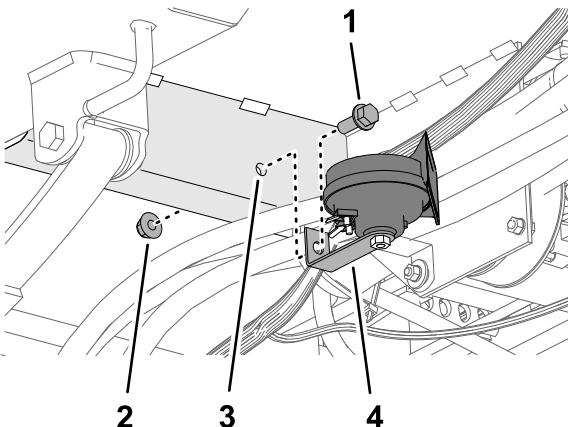

Bild 36
- Flüchten Sie das Loch in der Halterung der Hupe mit dem Loch (810 mm) im Bodenplattenwinkel neben den Hydraulikschläuchen der Lenkung aus (Bild 36).
- Befestigen Sie die Halterung der Hupe mit einer Bundkopfschraube (3/8" x 1") und Sicherungsbundmuttern (3/8") am Bodenplattenwinkel (Bild 36).